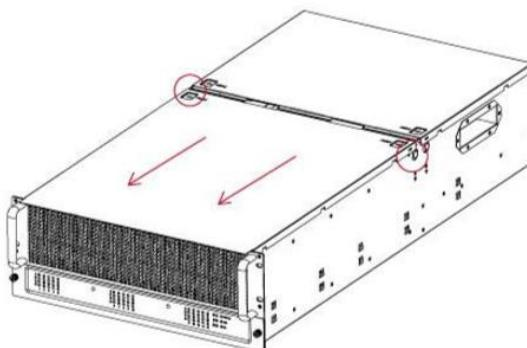

Рисунок 210 – Снятие передней верхней крышки
3. Сдвиньте верхнюю крышку вперед, пока она не освободиться от защелки, затем снимите ее с корпуса модуля хранения (см. Рисунок 210).